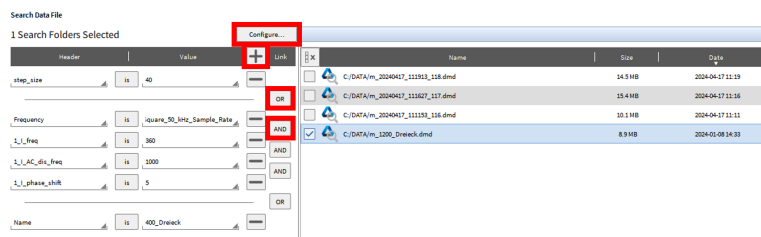
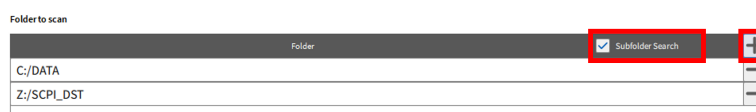

Abb. 3.16: Suche Dateien Filter Optionen
Abb. 3.17: Konfiguriere Ordner und optional Unterordner für die Dateisuche
7. Der „Suche Dateien...“-Button öffnet ein Dialogfenster mit AND, OR Bedingungen. Diese Bedingungen können nicht verschachtelt werden. Um von AND auf OR zu wechseln, kann einfach auf AND geklickt werden (siehe Abb. 3.16).
8. Drücken Sie „Konfigurieren...“ (siehe Abb. 3.16), um weitere Ordner für die Dateisuche auszuwählen und etwaige Unterordner in die Suche einzubinden (siehe Abb. 3.17).